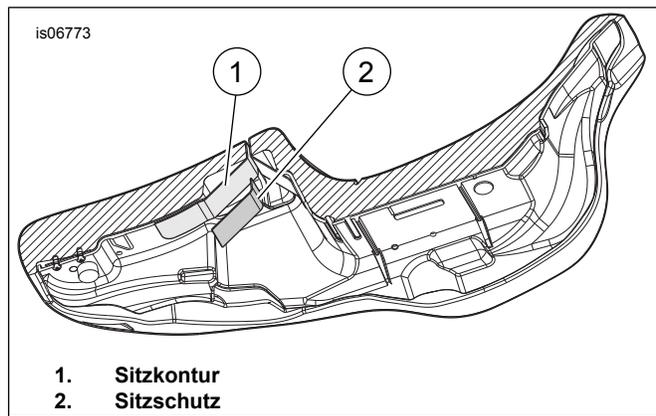

Abbildung 12. Unterseite des Sitzes
13. Siehe Abbildung 12. Die Form der Oberfläche, die der Sitzschutz (2) abdeckt, beachten und den Schutz behutsam so formen, dass er sich an die Sitzkonturen (1) anpasst.